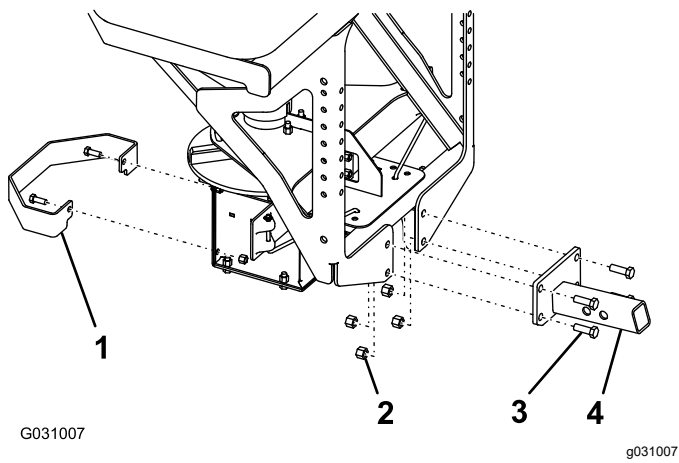

图 4
1. 如图 4 所示使用 4 个螺栓 1/2 英寸和锁紧螺母 1/2 英寸将滑入式附件安装到撒布机上紧螺栓扭矩至 76Nm。
2. 如图 4 所示使用 2 个现有螺栓 3/8 英寸和锁紧螺母 3/8 英寸将甩盘挡板安装到撒布机上紧螺栓扭矩至 27Nm。